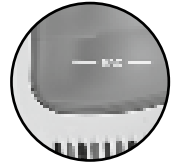

Imagen 6
- Deberá vaciarlo cuando el estado de llenado del depósito alcance su máximo nivel (marca "MAX" ver imagen 6). **AVISO:** si se sobrepasa la marca máxima de llenado, puede suceder que el aparato desprenda pequeñas cantidades de agua de las ranuras de ventilación si está muy inclinado. Para evitarlo, vacíe el depósito antes de que se sobrepase el nivel máximo de llenado.